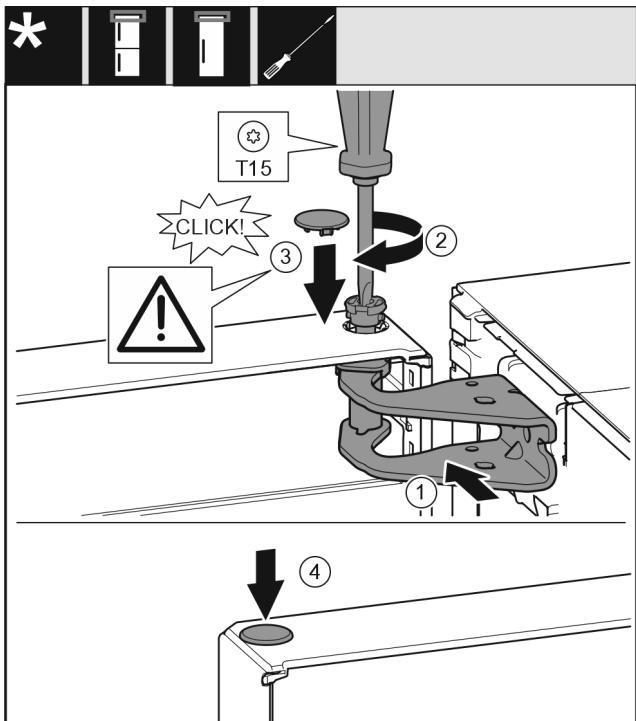

Fig. 19
- Vrata zgoraj naravnajte k odprtini v ležajnem podstavku. Fig. 19 (1)
- Vstavite sornik in ga privijte z izvijačem T15. Fig. 19 (2)
- Montirajte varovalni pokrov za varovanje vrat: Vstavite varovalni pokrov in preverite, če se nalega na vrata. V nasprotnem primeru sornike vstavite v celoti. Fig. 19 (3)
- Vstavite čep. Fig. 19 (4)